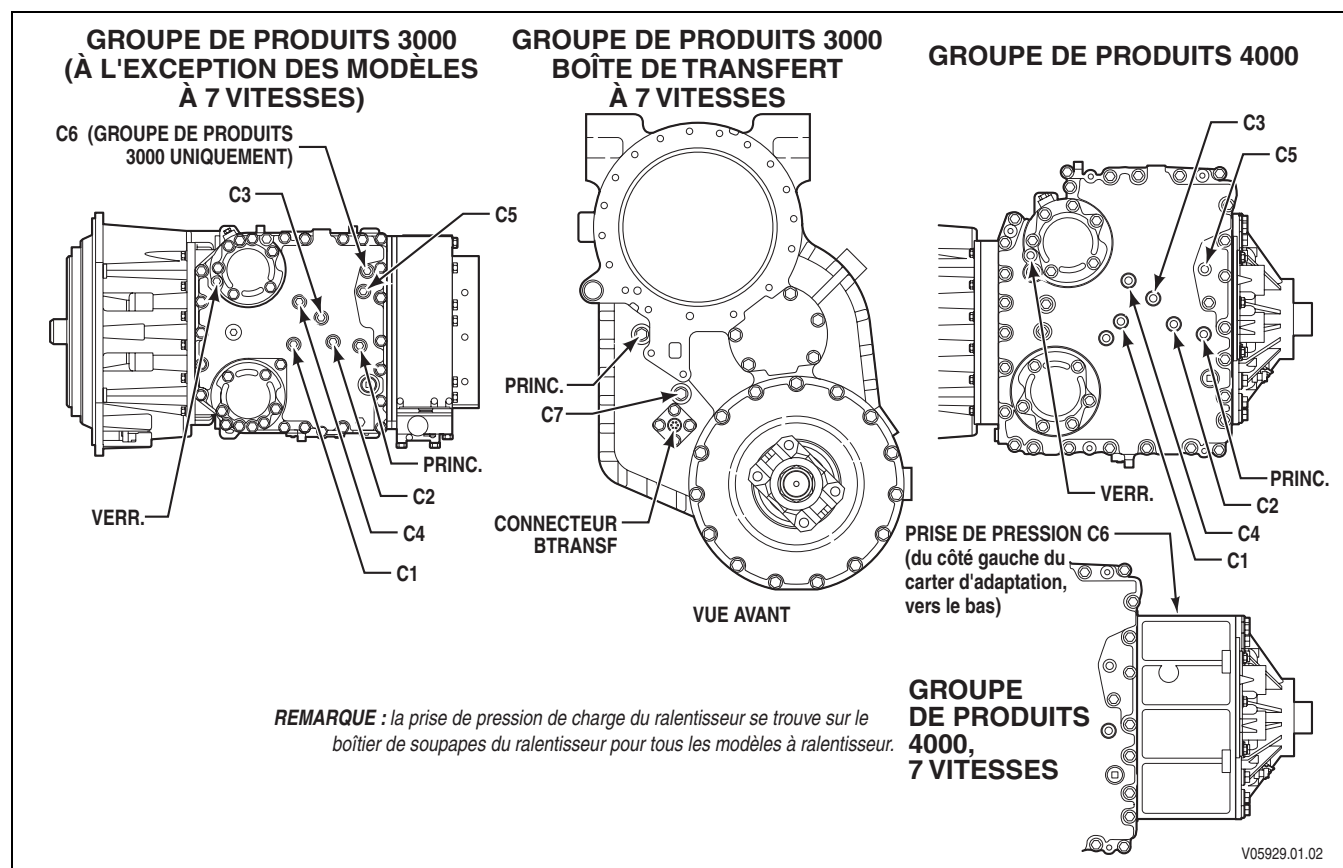

Figure B-1. Points de contrôle des pressions d'embrayage
1. Retirez les bouchons des emplacements de prises de pression où vous souhaitez prendre les mesures (Figure B-1).